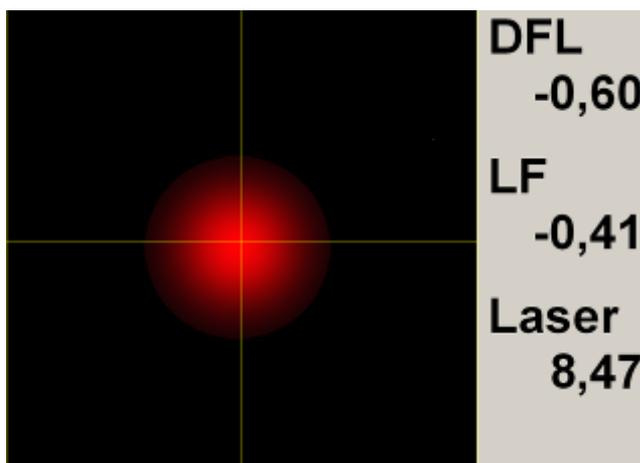

Рис. 5-25
- С помощью кнопок панели **Photo Diode** выведите световое пятно на индикаторе фотодиода в центр (Рис. 5-25). При этом значения сигналов **DFL** и **LF** должны быть выведены в нуль, величина суммарного сигнала **Laser** должна оставаться достаточно большой.